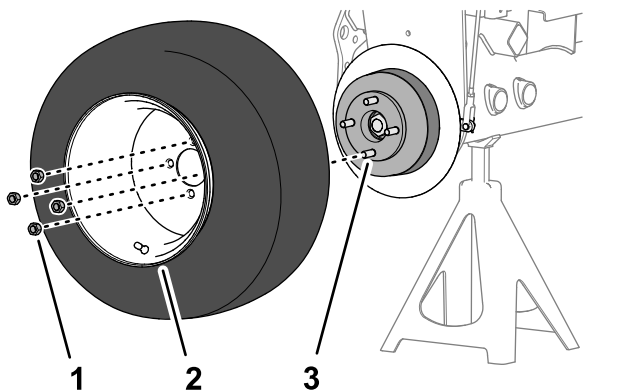

Рисунок 76
1. Установите колесо на ступицу с помощью 4 зажимных гаек (Рисунок 76) и затяните зажимные гайки от руки.